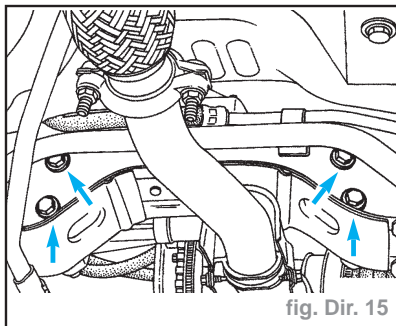

fig. Dir. 15
- les quatre vis de fixation du boîtier sur le berceau (fig. Dir. 15).
- les quatre points de fixation du boîtier et les serrer au couple de **5 daN.m** (fig. Dir. 15).